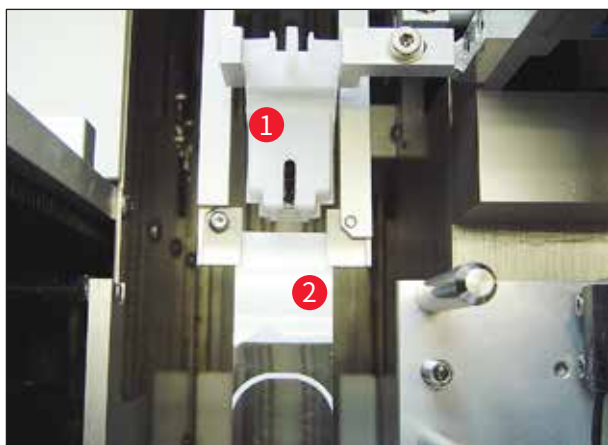

图 24
1. 最后, 确保玻片夹 (→ 图 24-1) 在其移动时或被传送的样本载玻片 (→ 图 24-2) 移动时, 不会碰到喷胶针清洁器 (→ 图 24)。